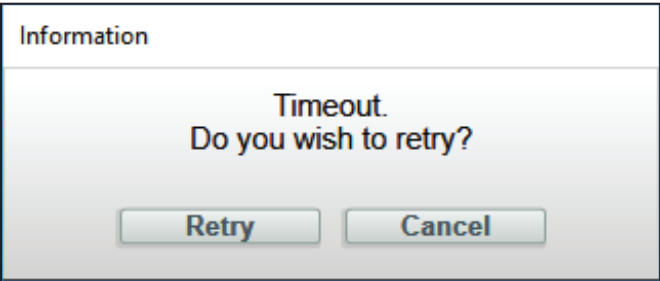
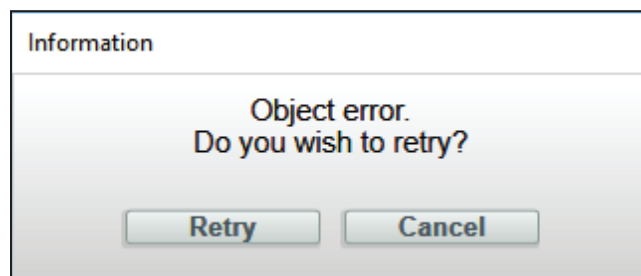

Figura 16. El mensaje de tiempo de espera.
Figura 17. Mensaje de error del objeto.
Al intentar conectar un reconectador TripSaver II utilizando el software de configuración del centro de servicio, el proceso de conexión se interrumpirá si no es posible crear o mantener una conexión inalámbrica. Ver la Figura 16. Esto suele deberse a una intensidad de señal baja, que puede ser consecuencia de la distancia, la orientación del producto, la interferencia de otras fuentes de señal o una combinación de estos factores. Hay disponible un transceptor USB con una antena externa mejorada para aumentar la intensidad de la señal.
PASO 3. Vuelva a intentar conectarse al reconectador TripSaver II. Si persiste el mensaje de tiempo de espera agotado (ver la Figura 16 en la página 18) o aparece un mensaje de **Error de Objeto** (ver la Figura 17) (esto puede ser más frecuente cuando se conectan reconectores TripSaver II consecutivos utilizando la misma computadora), restablezca el transceptor USB.